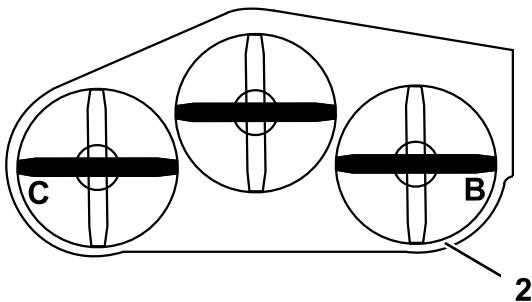

図 82
3. デッキのブレードを左右方向に向ける。**B**位置と**C**位置とで(図82)、平らな床面からブレードの刃先までの高さを測る。